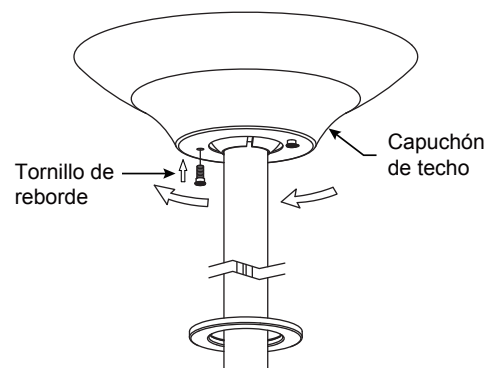

Figura 1
- ☐ 1. Instale la cubierta rotando la ranura clave en la cubierta sobre el tornillo de hombro del soporte del gancho, teniendo cuidado de no pillar los cables. Instale adecuadamente y fije el segundo tornillo de hombro que fue anteriormente guardado y fije el tornillo de hombro. (Figura 1)